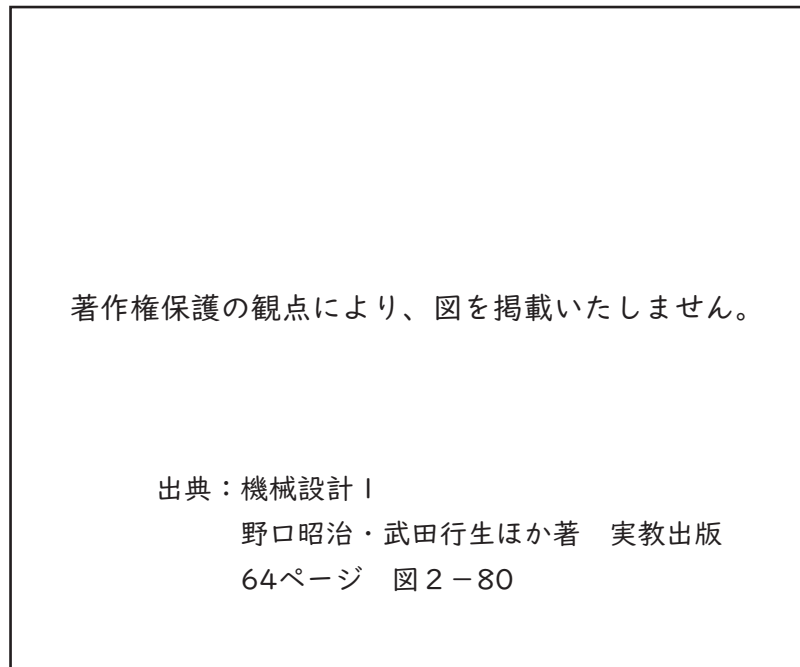

図 2
- (2) 次の図 2 に示す衝撃試験において、ハンマを点 A (重心) から自由落下させ、最下点 O にある試験片を破断し、その後振りあがった点 B の位置を測って試験片を折るのに要したエネルギーを求める際に、ハンマの質量を 10 [kg] 、点 A の高さを 1 [m] 、点 B の高さを 0.3 [m] とするとき、試験片を折るのに要したエネルギー [J] の値として、最も適切なものを 1 ～ 5 から一つ選べ。ただし、重力加速度は $9.8\text{ [m/s}^2\text{]}$ とし、摩擦などによる損失はないものとする。